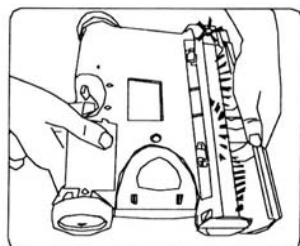

Fig. 10
3. Quite la cubierta del cepillo. (Fig. 10). (Vea la página 14 por instrucciones detalladas).